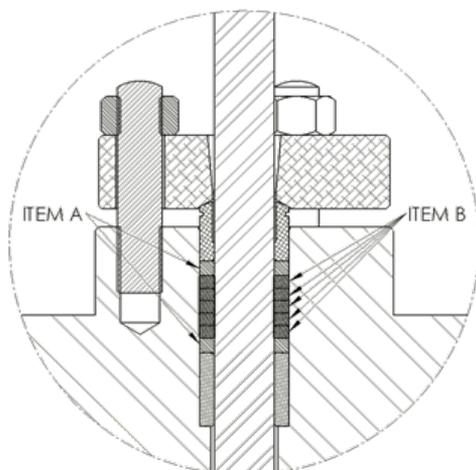

图12- 填料箱横切面
4. 将导向衬套安装于填料箱中, 然后如图12所示对其他填料元件进行处理。填料总共包括六个环, “A项”为两个防挤出(分离填料)环, 中间夹着五个“B项”石墨环。